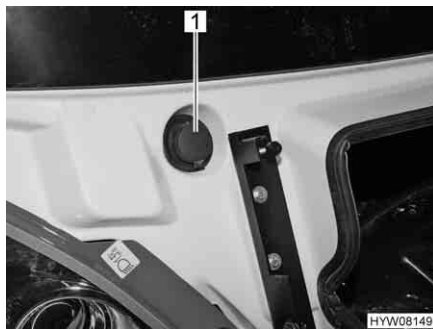

Fig. 39 Bocchettone di riempimento (contenitore dell'acqua di lavaggio)
- Rimuovere il coperchio (Fig. 39, 1) del bocchettone di riempimento del contenitore dell'acqua di lavaggio.